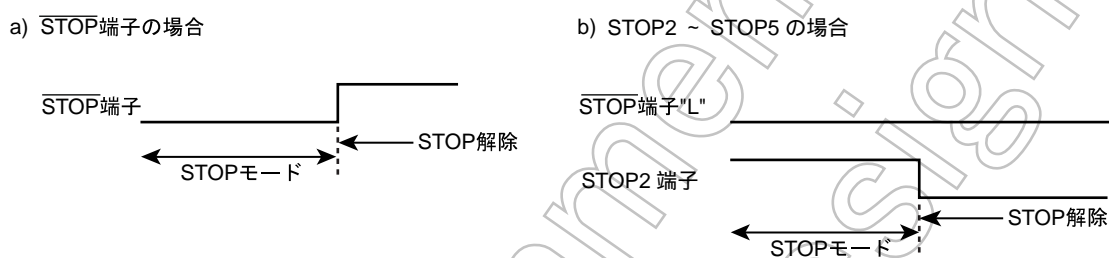

図 14-2 $\overline{\text{STOP}}$ 端子と STOP2 ~ STOP5 端子の優先順位
- 注 5) STOP2 ~ STOP5 入力によって STOP モードを解除する ("L" レベル) 場合は、STOP モード中 $\overline{\text{STOP}}$ 端子を必ず "L" レベルに固定してください。(図 14-2)